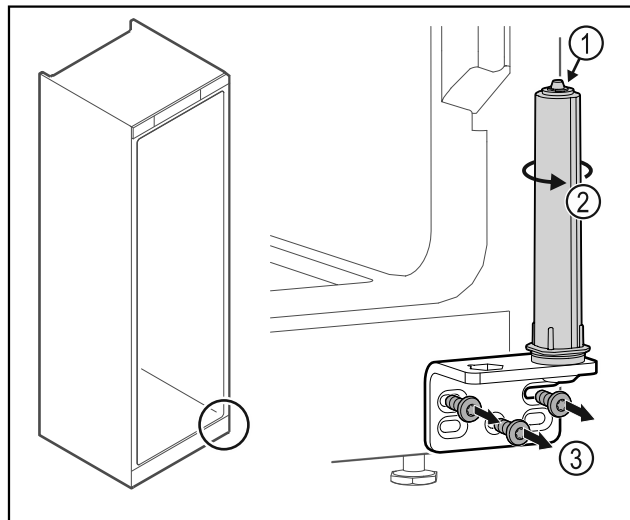

Fig. 35
- ▶ Не разглобявайте затварящата система на вратата Fig. 35 (1).
- ▶ Въртете затварящата система Fig. 35 (2), докато тя щракне.
- ▶ Развийте ъгъла на пантата Fig. 35 (3).